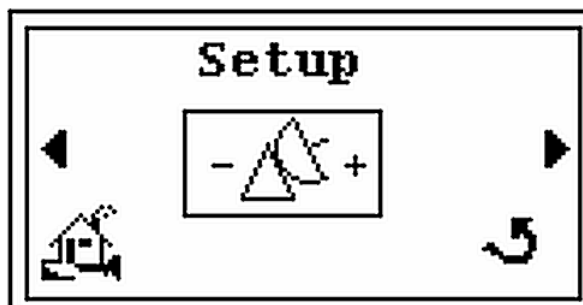

図 2-20 Setup 画面
3. ▶ を押すと *Setup* 画面が表示されます (図 2-20)。